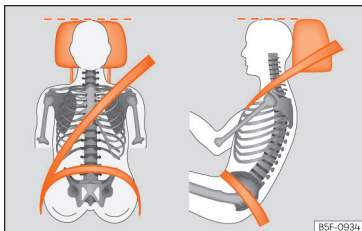

Fig. 17 Poziția corectă a chingii centurii de siguranță și tetierei
- Reglați tetiera astfel încât marginea superioară a acesteia să fie pe cât posibil la același nivel cu creștetul capului și cât mai aproape de nivelul ochilor »» pag. 130. Țineți ceafa cât mai aproape posibil de tetieră »» fig. 17.
- Reglați scaunul longitudinal astfel încât să puteți apăsa complet pedalele cu genunchii ușor îndoiți și astfel încât distanța dintre zona genunchilor și panoul de bord să fie de cel puțin 10 cm (4 inchii) »» fig. 17.